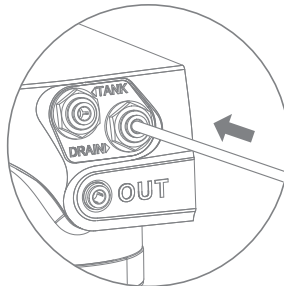

Рис. 25
- Вставьте до упора трубку красного цвета одним концом в корпус фильтра с надписью «DRAIN» (рис. 25).